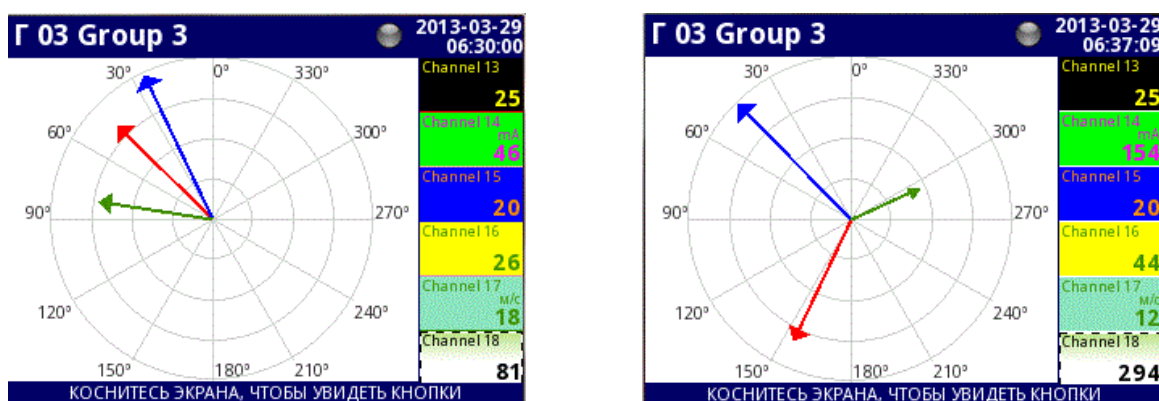

Рисунок 2.13
- в виде векторных диаграмм (рисунок 2.13);